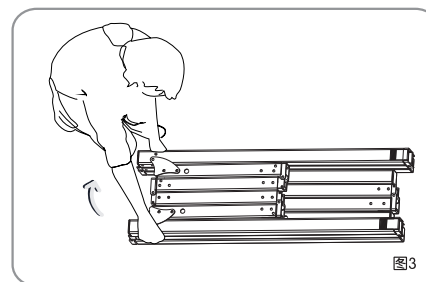
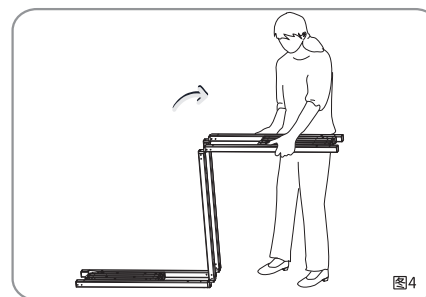

图3
图4
1. 把可折叠框架从包装箱的底箱中取出，把活动关节打开，顺次将框架展开，伸展开框架平放在地上。(见图3-图4)